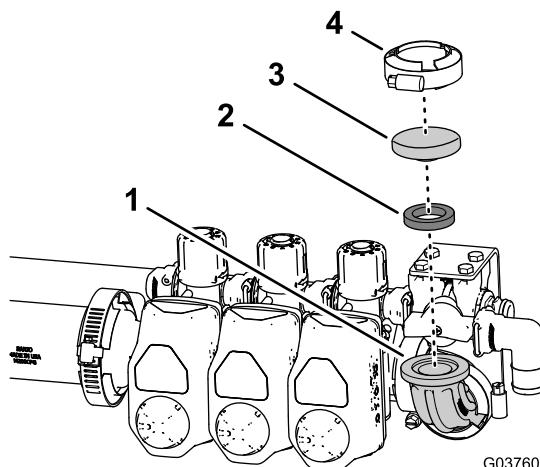

Bild 46
1. Fließen Sie die Dichtung (25 mm x 35 mm) und die Abdeckung (52 mm) mit dem Flansch am 90°-Krümmer aus (Bild 46).
2. Befestigen Sie die Dichtung und die Abdeckung mit der Flanschklemme (40 mm bis 64 mm) am Krümmer, wie in Bild 46 abgebildet.